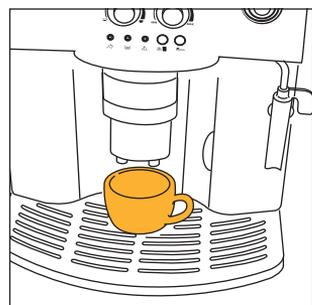

Fig. 9
- 4) Mettere sotto i beccucci dell'erogatore una tazza se si vuole 1 caffè (fig. 9) oppure 2 tazze per 2 caffè (fig. 10). Per ottenere una migliore crema, avvicinare il più possibile l'erogatore caffè alle tazze abbassandolo (fig. 11).